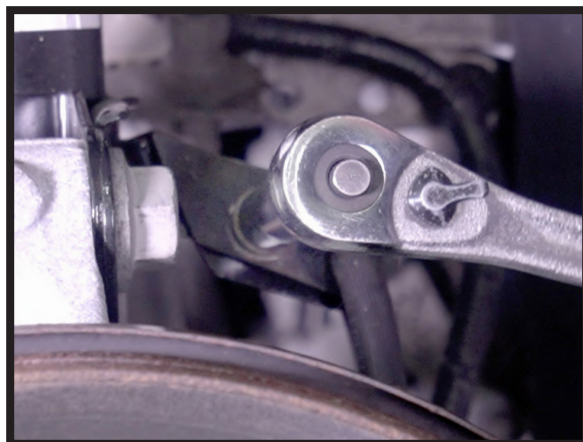

FIGURE 22
5. REATTACH THE BRAKE LINE RETAINER CLIP. TIGHTEN TO MANUFACTURER'S SPECIFICATIONS. (FIGURE 22)